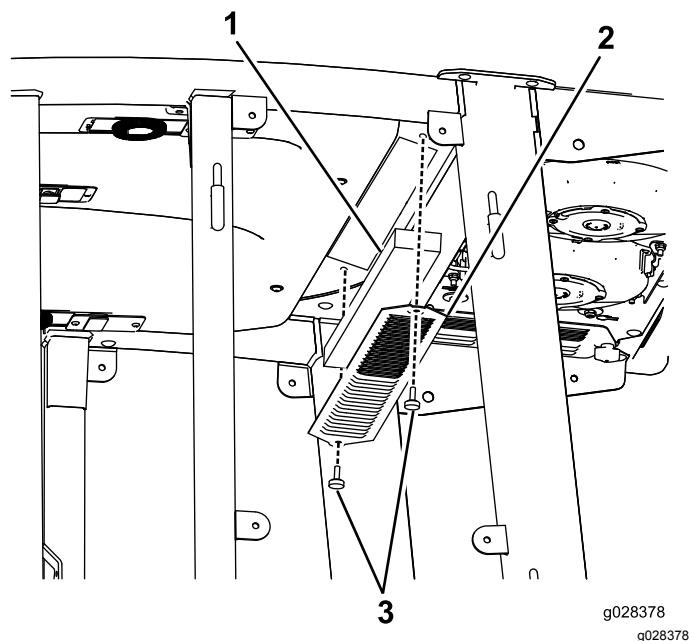
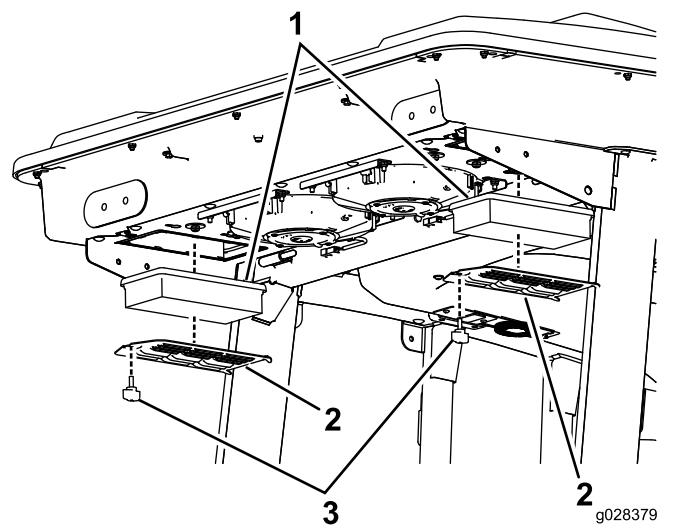

Figura 91
Figura 92
1. Rimuovete le viti e le griglie sia dal filtro dell'aria interno alla cabina, sia da quello sulla parte posteriore della cabina (Figura 91 e Figura 92).